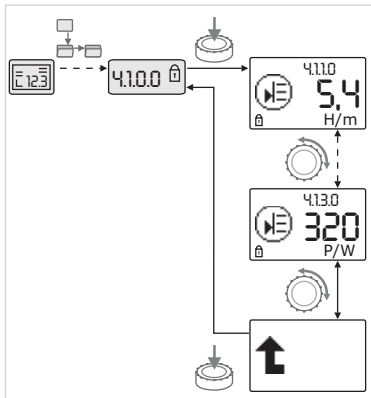

Fig. 37: Hämtning av information
- Välj menyelement av typen "Information" för aktuell undermeny genom att vrida på den röda knappen (se fig. 37). För en förklaring av inställningarna med symboler, se tabellen i kapitel 8.7 "Referens menyelement" på sidan 29.